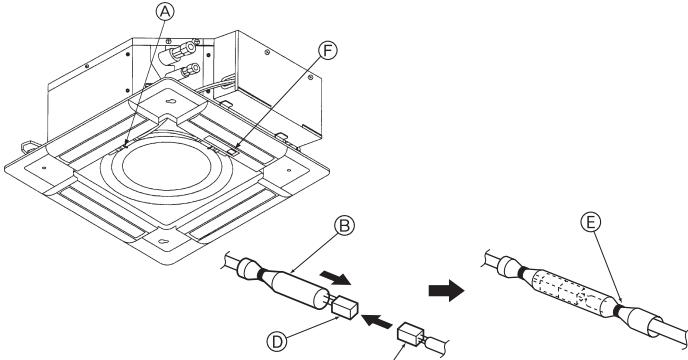

Fig. 5-8
5.3.4. Elektroanschlüsse (Fig. 5-8)
- (A) Befestigungsstück (Zubehör)
- (B) Weißes Glasrohr
- (C) Stecker der Hauptanlage
- (D) Gitterstecker
- (E) Band (Zubehör)
- (F) Empfänger (für SLP-2ALW)